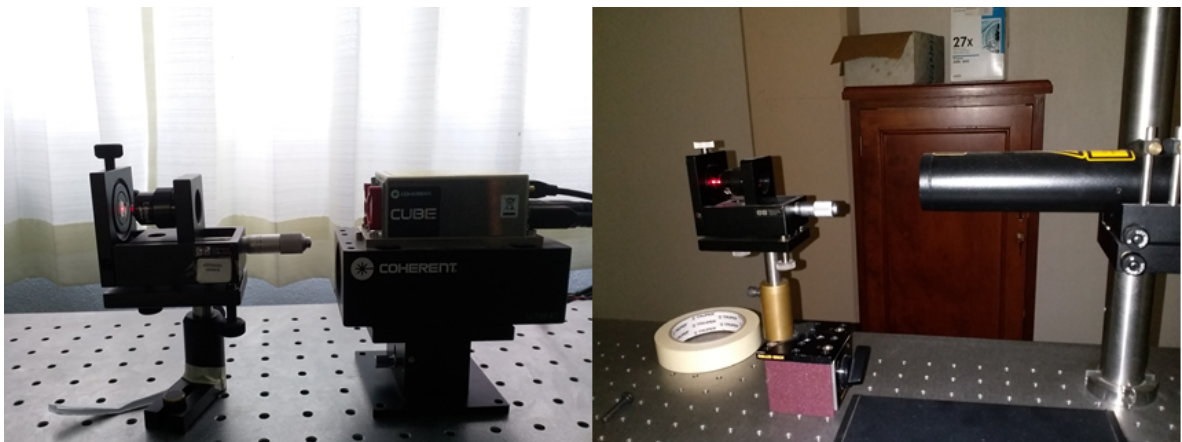

Figura 4. Montaje final de un filtro espacial.
4. Colocar y fijar el filtro espacial frente al láser, haciendo incidir el haz de luz sobre la parte trasera del objetivo de microscopio, puede ayudarse de un pedazo de papel para ver la ubicación de haz monocromático (Figura 4).